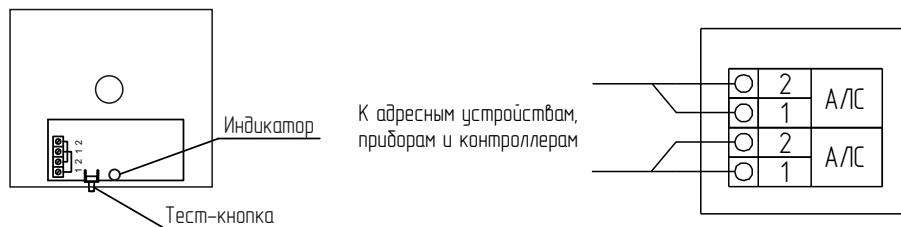

Рисунок 2
6.9 Подключить провода АЛС к клеммной колодке (Рисунок 2). УДП подключается к прибору при помощи двухпроводной АЛС с номинальным сечением проводов от 0,35 до 1,5 мм².